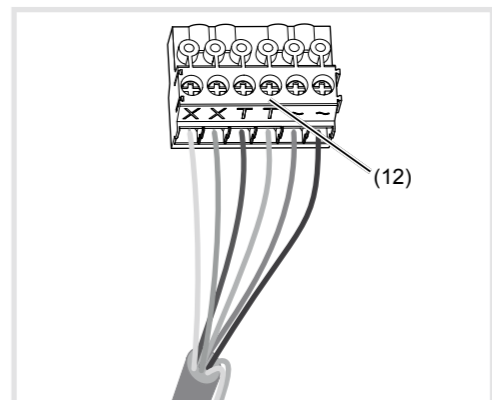

Bild 7: verdrahteter Anschluss-Klemmblock
- (17) Sicherungsseil
- (18) oberes Befestigungselement
- Anschluss-Klemmblock (12) vom Audioeinsatz nach unten hin abziehen.
- Adernpaar der 2Draht Busleitung an die Klemmen XX des Anschluss-Klemmblocks anschließen (Bild 7).
- Gegebenenfalls Türöffner-Leitung an die Klemmen TT des Anschluss-Klemmblocks (Bild 7 und 8) anschließen.
- Für Ruftasten-Hinterleuchtung 12 V~ Zuleitung vom Netztransformator an die Klemmen ~ des Anschluss-Klemmblocks anschließen (Bild 7 ... 9).